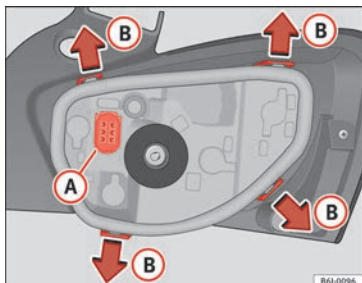

Fig. 196 Cambio de lámparas de las luces posteriores.
- Retire el portalámparas separándolo de la carcasa. Presione para ello las pestañas **(B)** en el sentido de las flechas » **fig. 196.**